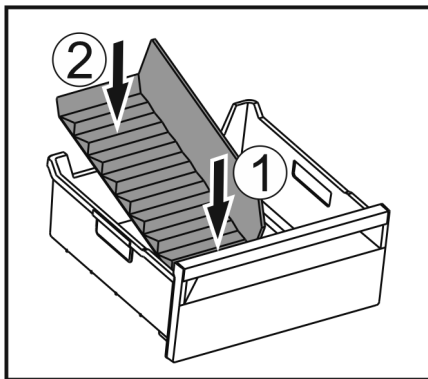

Fig. 148
- ▶ 装入冰格分隔器前部。 Fig. 148 (1)
- ▶ 将冰格分隔器后部放低至抽屉底板。 Fig. 148 (2)